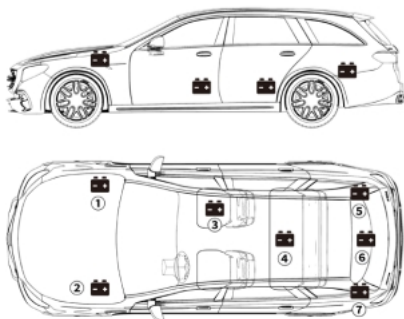

Figura 3.1.1
- 1) A maioria dos modelos mantém a bateria no compartimento do motor, sob o capô, em um dos cantos da frente. Veja a localização da bateria ① e ② na Figura 3.1.1.
- 2) Para equilibrar a distribuição desigual do peso, alguns fabricantes seguram o motor no porta-malas. Veja a localização da bateria ⑤, ⑥, e ⑦ na Figura 3.1.1. Neste caso, a bateria pode ter uma tampa plástica que deve ser removida antes de qualquer teste.
- 3) Para alguns modelos, a bateria pode ser armazenada embaixo do banco traseiro. Veja a localização da bateria ④ na Figura 3.1.1.
- 4) Para outros veículos, a bateria pode ser localizada embaixo do assento do passageiro. Veja a localização da bateria ③ na Figura 3.1.1.